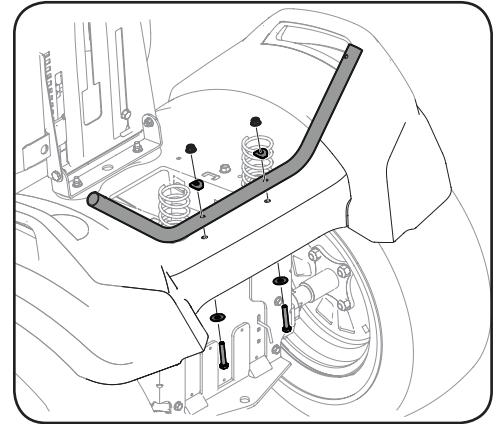

Figure 3-5
5. Installez le support arrière (Réf. 1) sur le châssis de l'appareil à l'aide de deux écrous autobloquants à bride (Réf. 10), deux rondelles (Réf. 9), deux rondelles plates (Réf. 14) et deux boulons hexagonaux (Réf. 13). Voir Figure 3-5.